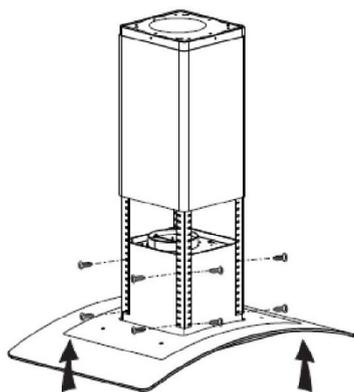

Abb. 6
7. Halten Sie die Haube hoch und verbinden Sie das Gehäuse mit 16 Stück M4*15 mm großen Flachschrauben mit dem Winkelisen, siehe Bild 6.